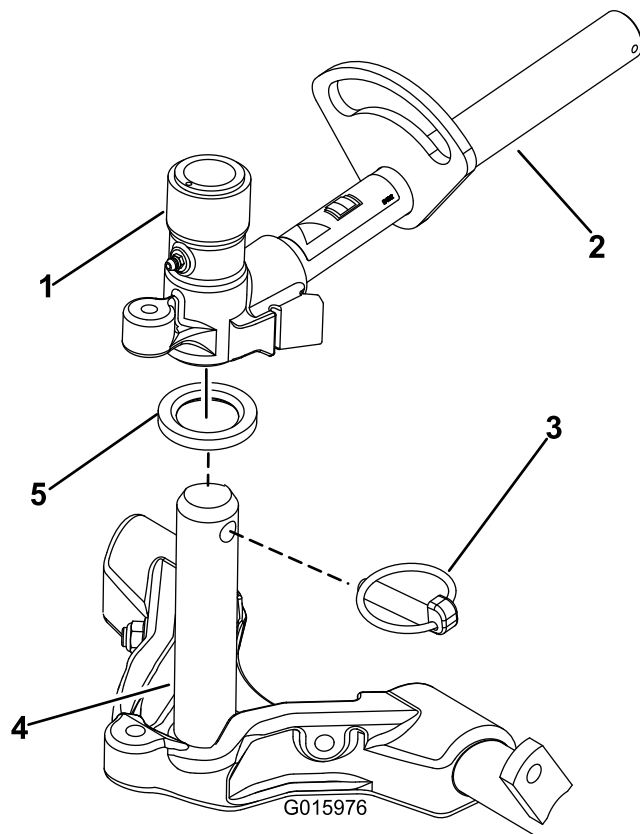

**Figura 15**
7. Aumente a marcha das unidades de corte traseiras removendo os 2 espaçadores da articulação, parafusos de cabeça sextavada e porcas de bloqueio flangeadas (Figura 15) das estruturas de transporte das unidades de corte traseiras (unidades de corte 2 e 3); consulte Figura 12.